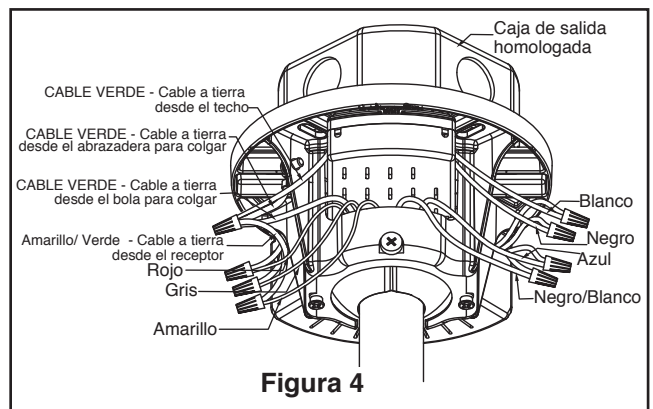

Figura 4
4. Coloque el soporte de la varilla y alinee los orificios de la clavija de horquilla en ambas piezas. Instale la clavija de horquilla y asegúrela con la pinza de horquilla. Instale los set de tornillos con tuercas en el soporte de la varilla. Fije con seguridad el set de tornillos con el destornillador y luego fije bien las tuercas con una llave hexagonal. (Figura 4)
4. Levante cuidadosamente el ventilador y coloque el ensamble de la bola para colgar/varilla en la abrazadera para colgar que acaba de fijar a la caja de salida. Asegúrese de que la ranura de la bola esté alineada con la lengüeta de la abrazadera para colgar. (Figura 4)
5. Fije el cable de seguridad al cable de soporte para techo. Deslice la abrazadera de cables por el cable de seguridad (del ventilador). Pase el extremo del cable a través del aro que forma el cable de soporte para techo. Tire lo más posible del cable a través del aro. Inserte el extremo del cable en el orificio de la abrazadera y ajuste firmemente el tornillo. (Figura 4)
3. Cuando haya realizado las conexiones, ponga los cables blancos y verdes en un lado y los cables negros hacia el otro lado. Los cables deben ser colocados de forma extendida poniendo el conductor de la toma de tierra y el conductor de toma de tierra del equipo a un lado de la caja, colocando el conductor sin toma de tierra en el otro lado. (Figura 4)
4. Si desea instalar el kit de iluminación, **sáltese este paso.** Instale la cubierta del cable del kit de iluminación en la ensamble de la placa de iluminación usando el tornillos previamente retirado y asegure los tres tronillos. (Figura 4)
**6. Configuración del mando a distancia y proceso de configuración de la velocidad (RPM): (Figura 4)**